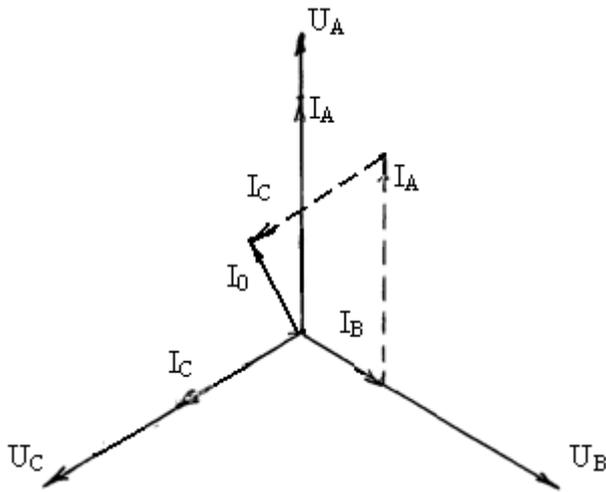

Рисунок 28 – Векторная диаграмма
8. Векторная диаграмма напряжений и токов (рис. 28).